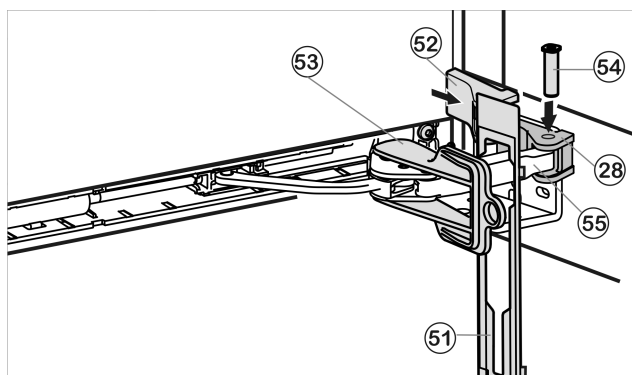

Fig. 22
- Suspenda el panel Fig. 22 (51) en el estribo del amortiguador, de modo que los ganchos de retención estén orientados hacia delante y el lado delantero esté orientado hacia al aparato.
- Acerque el estribo del amortiguador Fig. 22 (55) a la pieza de cojinete Fig. 22 (28) y vuelva a introducir el perno Fig. 22 (54) desde arriba, de modo que el cuadrado esté en la parte hundida.
- Coloque y encaje la cubierta Fig. 22 (52).
- Retire el seguro Fig. 22 (53) girándolo.
- Encaje el panel Fig. 22 (51) en la puerta.